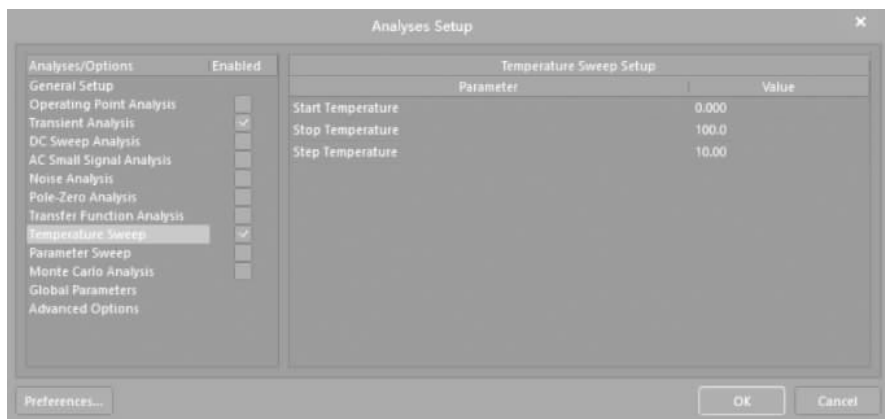

图 3-77 设置仿真参数界面 2
(3) 选择 Temperature Sweep,出现如图 3-77 所示的 Temperature Sweep Setup(温度扫描设置)界面。按下面参数设置：